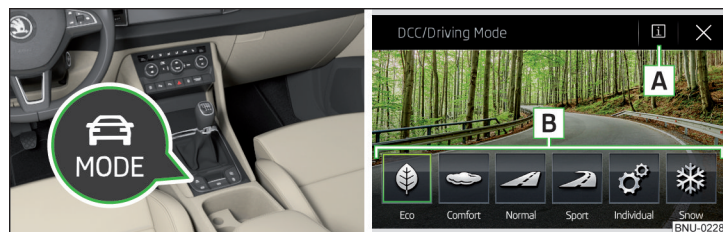

Fig. 290 **Bouton pour le choix du mode de conduite / affichage sur l'écran de l'Infodivertissement**
➤ Appuyez sur le bouton  » fig. 290.
Les touches de fonction suivantes s'affichent sur l'écran de l'Infotainment » fig. 290.
- ▶ En appuyant la touche de fonction correspondante dans l'écran d'Infotainment » fig. 290.